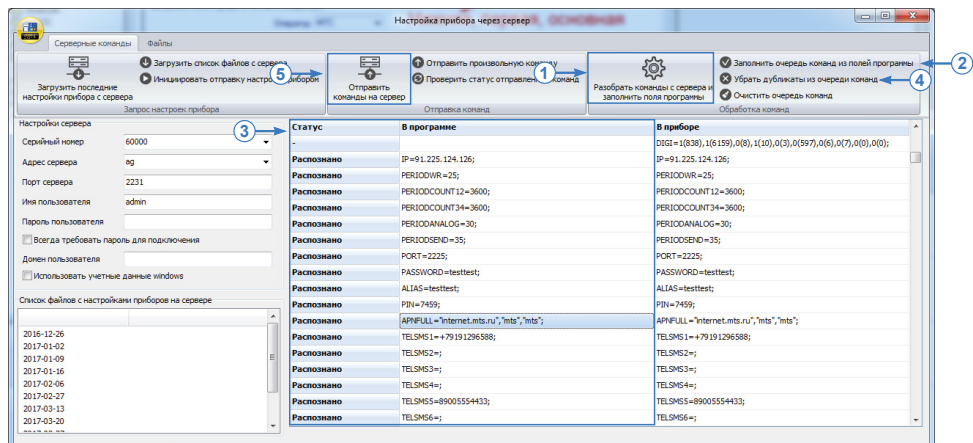

Рис.99. Отправка списка команд.
- нажать кнопку «Разобрать команды с сервера...», чтобы в полях программы появились актуальные настройки прибора (Рис.99, п.1). Данная операция занимает некоторое время;
- нажать кнопку «Заполнить очередь команд из полей программы» (Рис.99, п.2) для того, чтобы сформировать команды удаленной настройки на основе параметров, заданных в программе «AG.GSMConf». В результате программа сформирует команды для установки всех параметров прибора и отобразит их в столбце «В программе» (Рис.99, п.3); Данный
- нажать кнопку «Убрать дубликаты из очереди команд» (Рис.99, п.4) для того чтобы удалить из очереди команды, которые содержит такие же настройки, что и установленные в устройстве. Сравнение команд осуществляется по ранее запрошенным настройкам. Если настройка на отправку и настройка в приборе совпадают, то команда будет исключена из очереди;
- нажать кнопку «Отправить команды на сервер» (Рис.99, п.5);